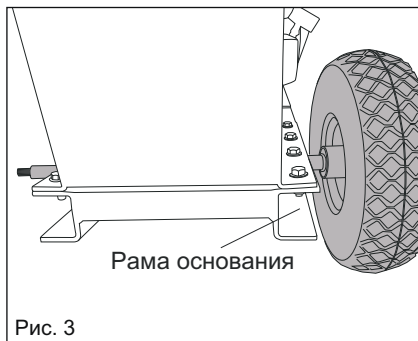

Рис. 3
3. Пропустите ось через отверстие в раме основания (9) и выньте с другой стороны (рис. 3).